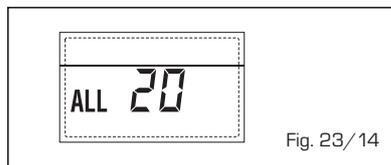

Fig. 23/14
- **ANOMALIE PANNE SONDE REFOULEMENT PREMIERE ZONE MIXTE "ALL 21"** (fig. 23/15)